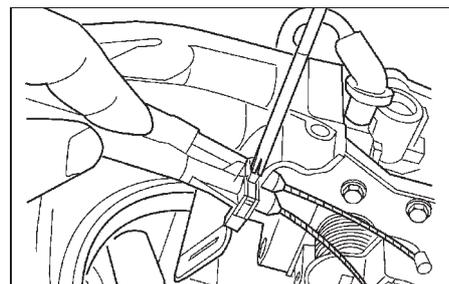

Рис. 7. Держатель оплетки троса.
- (9) Сожмите фиксаторы держателя оплетки троса и вытяните трос из кронштейна (рис. 7).